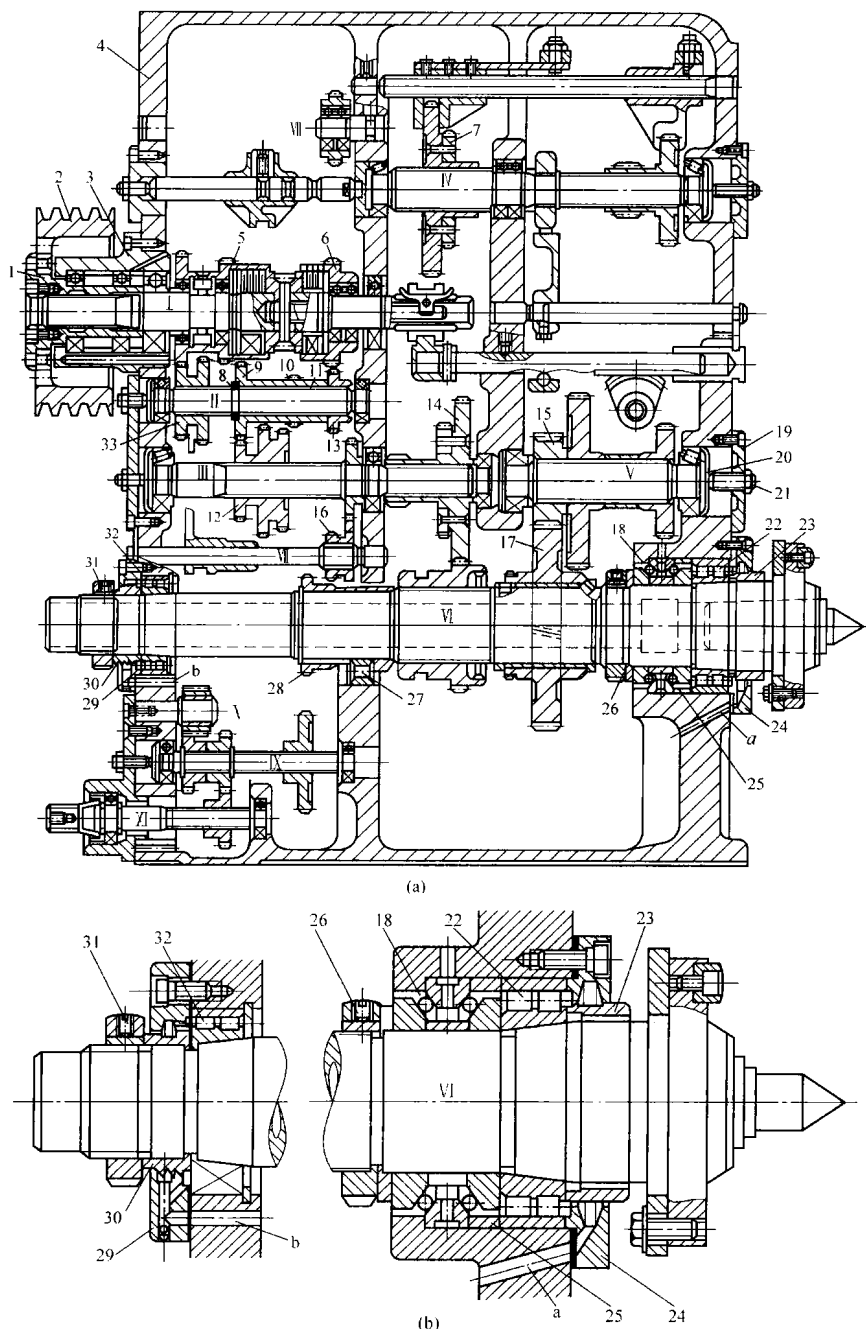
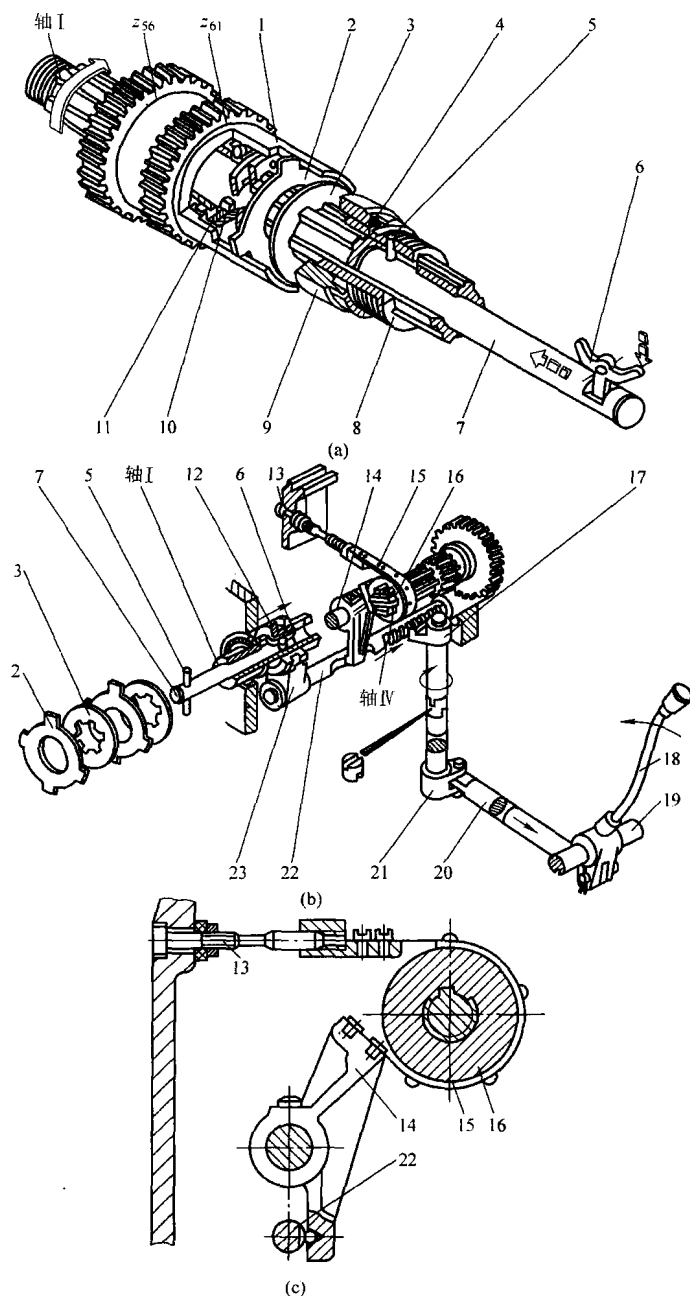
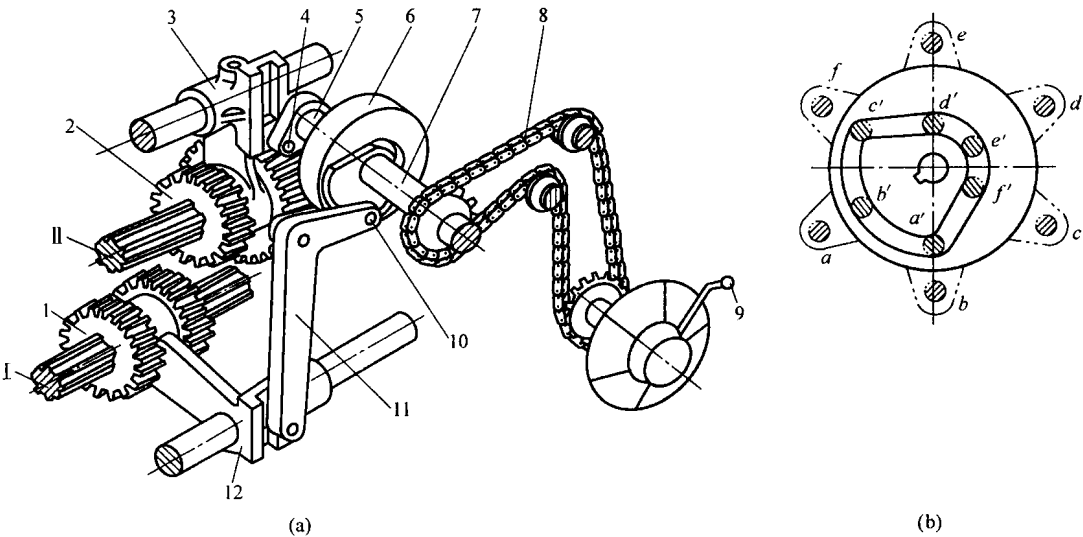
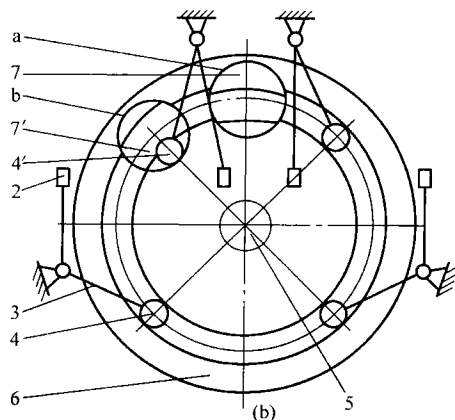

图 2.2 CA6140 型卧式车床主轴箱展开图
图 2.3 摩擦离合器、制动器及其操纵机构
图 2.4 变速操纵机构示意(CA6140)
图 2.6 基本组操纵机构
(1) 打开主轴箱作以下观察。
① 主运动传动系统(如图 2.2)。
② 双向多片式摩擦离合器 M_1 及内齿轮离合器 M_2 部件结构(如图 2.2、图 2.3)。
③ 各部件的调整方法(包括主轴轴承间隙、制动器带的间隙、双向多片式摩擦离合器间隙等的调整方法)(如图 2.2、图 2.3)。
④ 主轴变速、变向机构,操纵机构的结构及工作原理(如图 2.2、图 2.3)。
(2) 横向进给丝杠间隙的调整方法。
(3) 各手柄的功用及使用方法(如图 2.4、图 2.6)。
(8) 三爪、四爪的安装。
(9) 观察背轮结构和卸荷皮带轮结构(如图 2.2)。
(10) 进给箱的操纵机构(如图 2.5、图 2.6)。
- 1) CA6140 型车床主轴箱(如图 2.2 所示)中双向多片式摩擦离合器已具有过保护作用,为什么溜板箱中还要设置安全离合器?